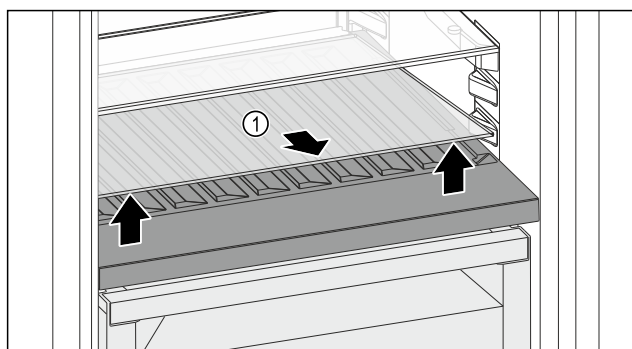

Fig. 116
- Повдигнете стъклената плоча Fig. 116 (1) при прореза отпред и извадете.
- Съхранявайте стъклената плоча Fig. 116 (1) на сигурно място извън уреда.